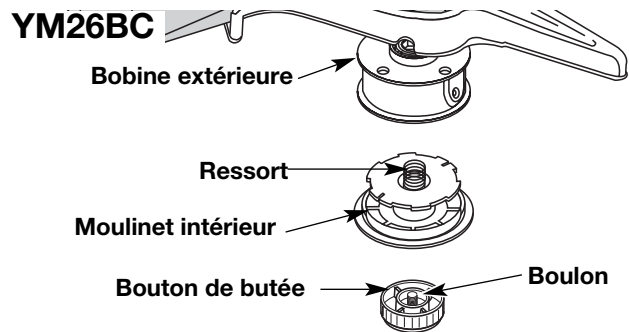

Fig. 31
1. Tenez la bobine extérieure d'une main et dévissez le bouton de butée vers à droite (Fig. 31 ou 32). Inspectez le boulon à l'intérieur du bouton de butée pour vous assurer qu'il se déplace librement. Remplacez le bouton de butée s'il est endommagé.
2. Retirez le moulinet intérieur de la bobine extérieure (Fig. 31 ou 32).
3. Retirez le ressort du moulinet (Fig. 31 ou 32).
- Tenez la bobine extérieure d'une main et dévissez le bouton de butée vers à droite (YM26BC) ou à gauche (YM26C0). Inspectez le boulon à l'intérieur du bouton de butée pour vous assurer qu'il se déplace librement. Remplacez le bouton de butée s'il est endommagé (Fig. 31 ou 32).
- Retirez l'ancien moulinet intérieur de la bobine extérieure (Fig. 31 ou 32).
- Retirez le ressort de l'ancien moulinet intérieur (Fig. 31 ou 32).